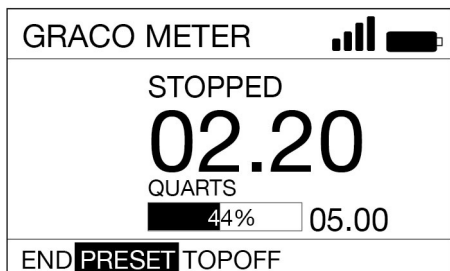

Fig. 35
4. Använd VÄNSTER- eller HÖGER-PILARNA för att välja PRESET (H). Tryck på ENTER (Fig. 35).